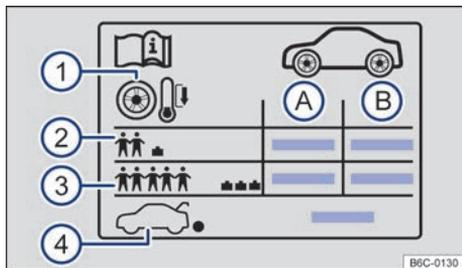

Fig. 155 Etiqueta con las presiones de los neumáticos
Indicaciones en la etiqueta de presión de los neumáticos → fig. 155:
- Adecuar la presión de los neumáticos según la carga del vehículo → fig. 155 ③.